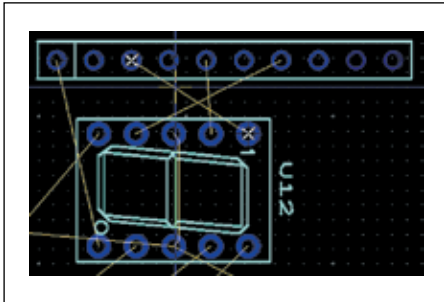
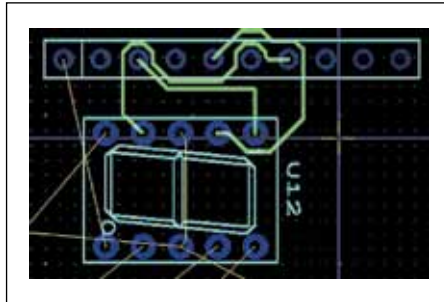
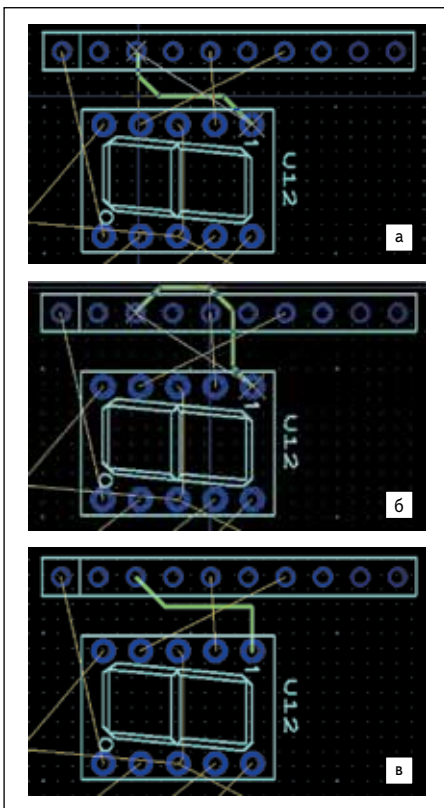

Рис. 28. Выбор линии связи при помощи инструмента «От точки до точки»
Рис. 30. Ручная трассировка нескольких проводников в режиме «От точки до точки»
Рис. 29. Предложенные системой варианты маршрута проводника в режиме «От точки до точки»
3. Выбор линии связи, которую предполагается развести, и прокладывание трассы. Для того чтобы выбрать линию связи, необходимо подвести к ней курсор (при этом контактные площадки, которые соединяет такая линия, будут подсвечены крестиками — рис. 28) и щелкнуть левой кнопкой мыши по ней. В результате трасса будет закреплена за курсором, при помощи передвижения которого можно выбрать оптимальный маршрут. Необходимо отметить, что маршрут прокладывается автоматически, разработчику остается только выбрать наиболее удачный вариант. Чтобы закрепить трассу, следует щелкнуть левой кнопкой мыши в рабочем поле. Предложенные системой варианты маршрута для одного и того же проводника представлены на рис. 29. По мере прокладывания следующих трасс система подбирает для них оптимальный маршрут (рис. 30).